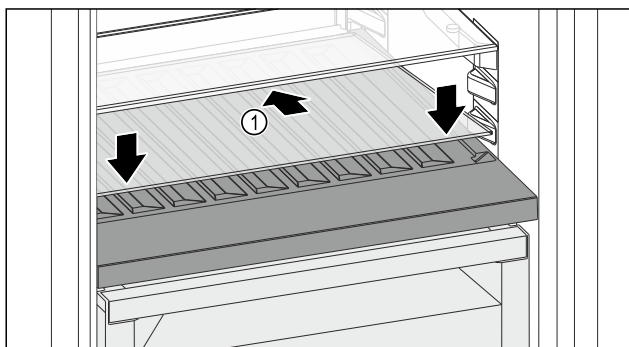

Fig. 129
- Placer la plaque de verre Fig. 129 (1) en biais et inclinée vers le bas.
- Abaisser l'avant de la plaque de verre Fig. 129 (1).